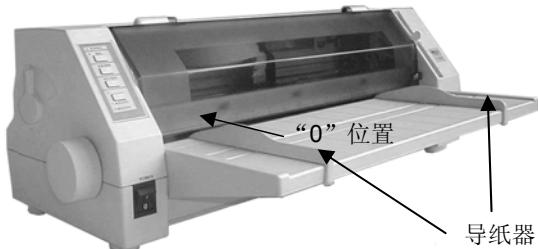

图 3-3 调整导纸器位置
3. 根据打印机盖子左边的标示，调整单页纸位置导纸器。**A4** 和信纸的有效打印起始位置如图 3-3 标示在机盖左下方“0”位置（纸的左边沿要处于有效打印起始位置的左边适当位置）。